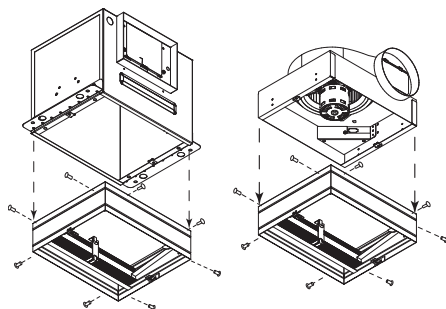

Figura 2 — Montaje en el Ventilador
1. Monte el cortafuegos contra radiación de instalación en cielo en el ventilador. Asegúrese de que las lengüetas de acoplamiento de la rejilla estén orientadas hacia abajo y coloque la parte de entrada del ventilador en el collar del cortafuegos contra radiación de instalación en cielo. Fije el collar del cortafuegos a la carcasa del ventilador con tornillos autorroscantes de metal laminado N° 10x1/2 pulgadas (de terceros); utilice los orificios de montaje que se proporcionan. Se necesita un mínimo de (2) sujetadores en cada lado. Consulte la Figura 2.